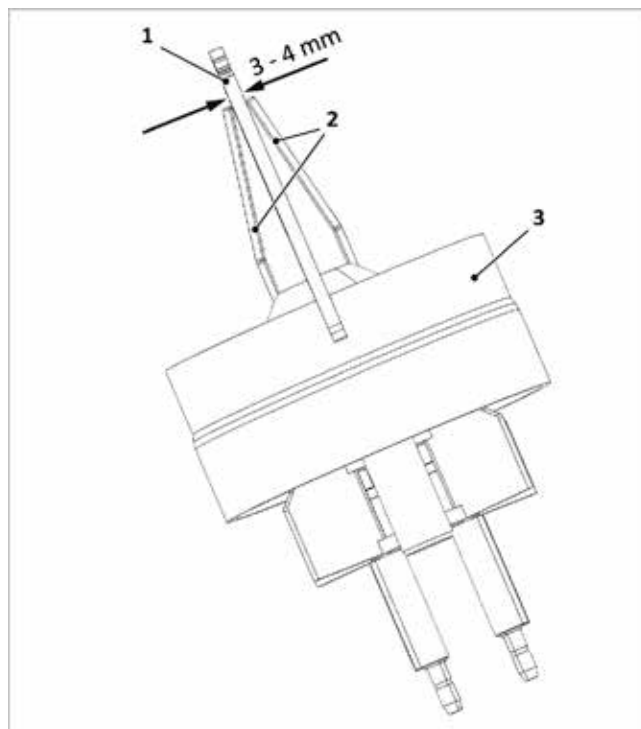

Fig. 150: Comprobación de la distancia de los electrodos de encendido
3. Controle la distancia de los electrodos tal y como se muestra en la → fig. 150 y, en caso necesario, corrija la doblando los con cuidado.